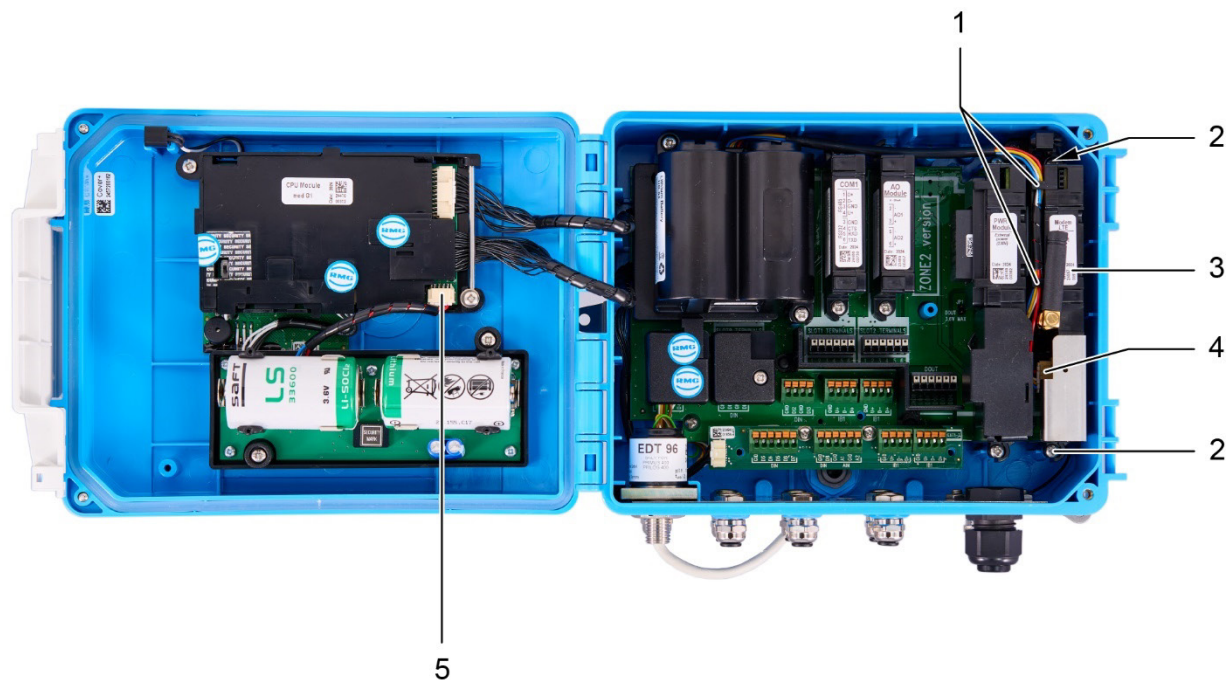

Abb. 55: Modemaustausch
- Auf die Sperre drücken und die Kabel vorsichtig herausziehen, um die Anschlüsse beider Batterien (Abb. 55, Pos. 4 und Pos. 5) zu trennen.
- Die Batteriekabel aus der Halterung (Abb. 55, Pos. 1) lösen.
- Die Befestigungsschrauben (Abb. 55, Pos. 2) lösen.
- Das Modem (Abb. 55, Pos. 3) im rechten Winkel zur Grundplatte herausziehen. Das Modem NICHT zur Seite neigen! Im Modem ist eine Antenne installiert, die sich zusammen mit dem Modem bewegt. Wenn die externe Antenne verwendet wird, ihren Steckverbinder vom Kommunikationsmodul trennen, bevor das Modul entfernt wird.
- Das neue Modul auf die Stifte setzen und vorsichtig in den Anschluss auf der Systemkarte drücken. Die Schrauben (Abb. 55, Pos. 2) wieder anziehen. Auf die korrekte Ausrichtung und Position des Moduls achten, siehe Abschnitt 5.6.2.
- Die Batteriesteckverbinder (Abb. 55, Pos. 4 und Pos. 5) wieder anschließen.